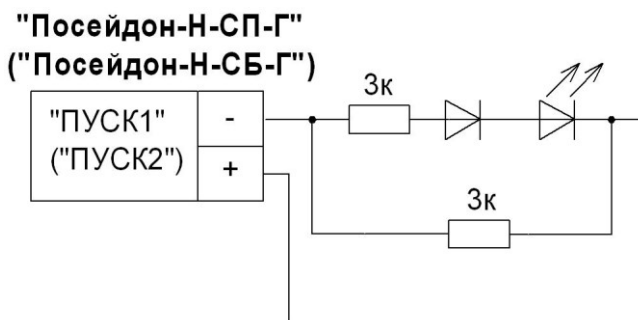

Рисунок 4.2
- 4.6.3.3.3 Подключить к пусковой цепи эквивалент по схеме (см. рисунок 4.2).